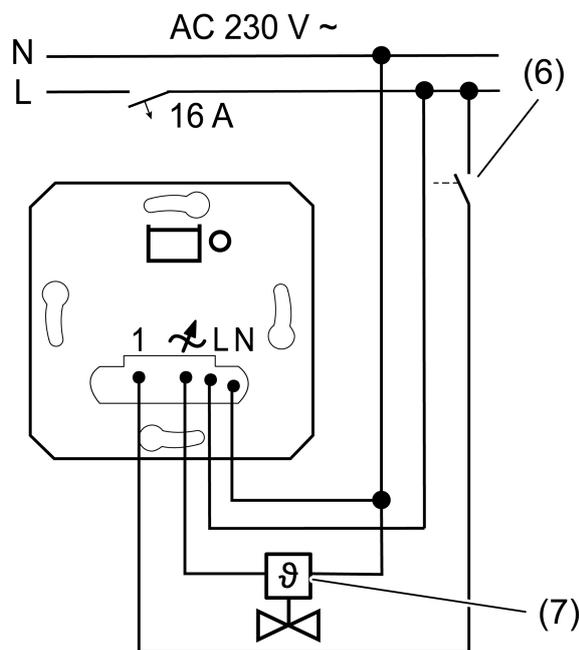

Figure 3: Schéma de raccordement en combinaison avec la garniture du thermostat d'ambiance
**Monter et raccorder l'appareil en tant que thermostat d'ambiance (Figure 3)**